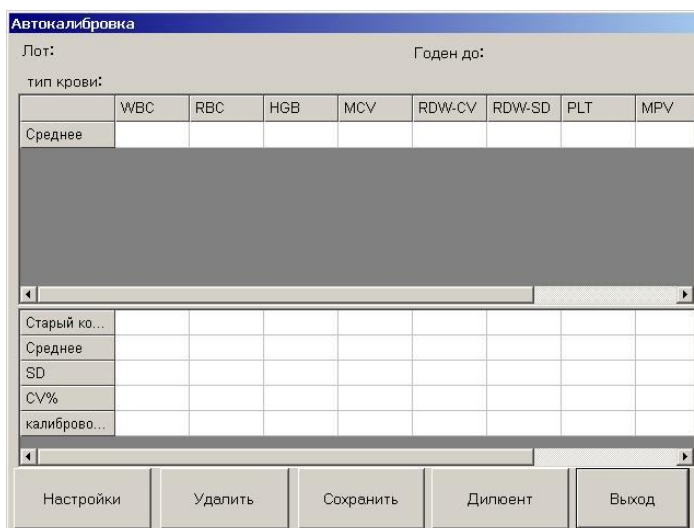
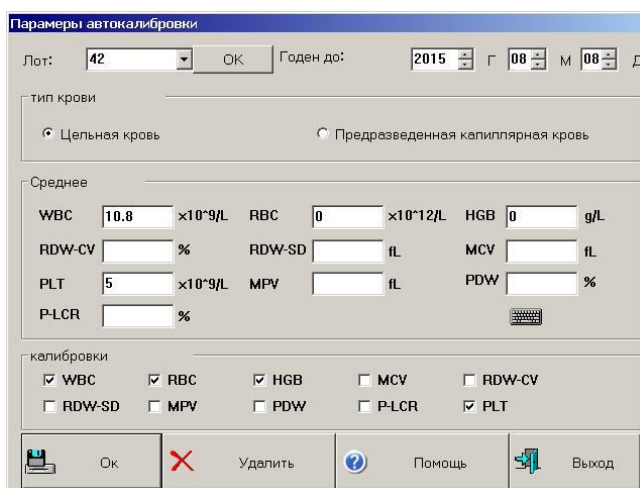

Рис. 5-2. Экран автоматической калибровки.
Рис. 5-3. Окно настроек автоматической калибровки.
1. На экране автокалибровки (рис. 5-2) выберите «Настройки» (рис. 5-3).
2. После того, как настройки сделаны, сохранены, вернитесь в меню выполнения процедуры автоматической калибровки (рис. 5-2) и, находясь в нем, выполните необходимое число измерений калибровочного образца (рекомендуемое число – 3-5, максимальное – 20). По окончании каждого измерения полученные результаты будут отображаться в соответствующих пронумерованных строках под строкой «Среднее». Строки с данными, которые оператор считает неудовлетворительными, могут быть удалены в любое время кнопкой удалить. Статистические результаты и новый калибровочный коэффициент будут отображены в таблице, которая будет находиться на экране под полем с данными анализа.